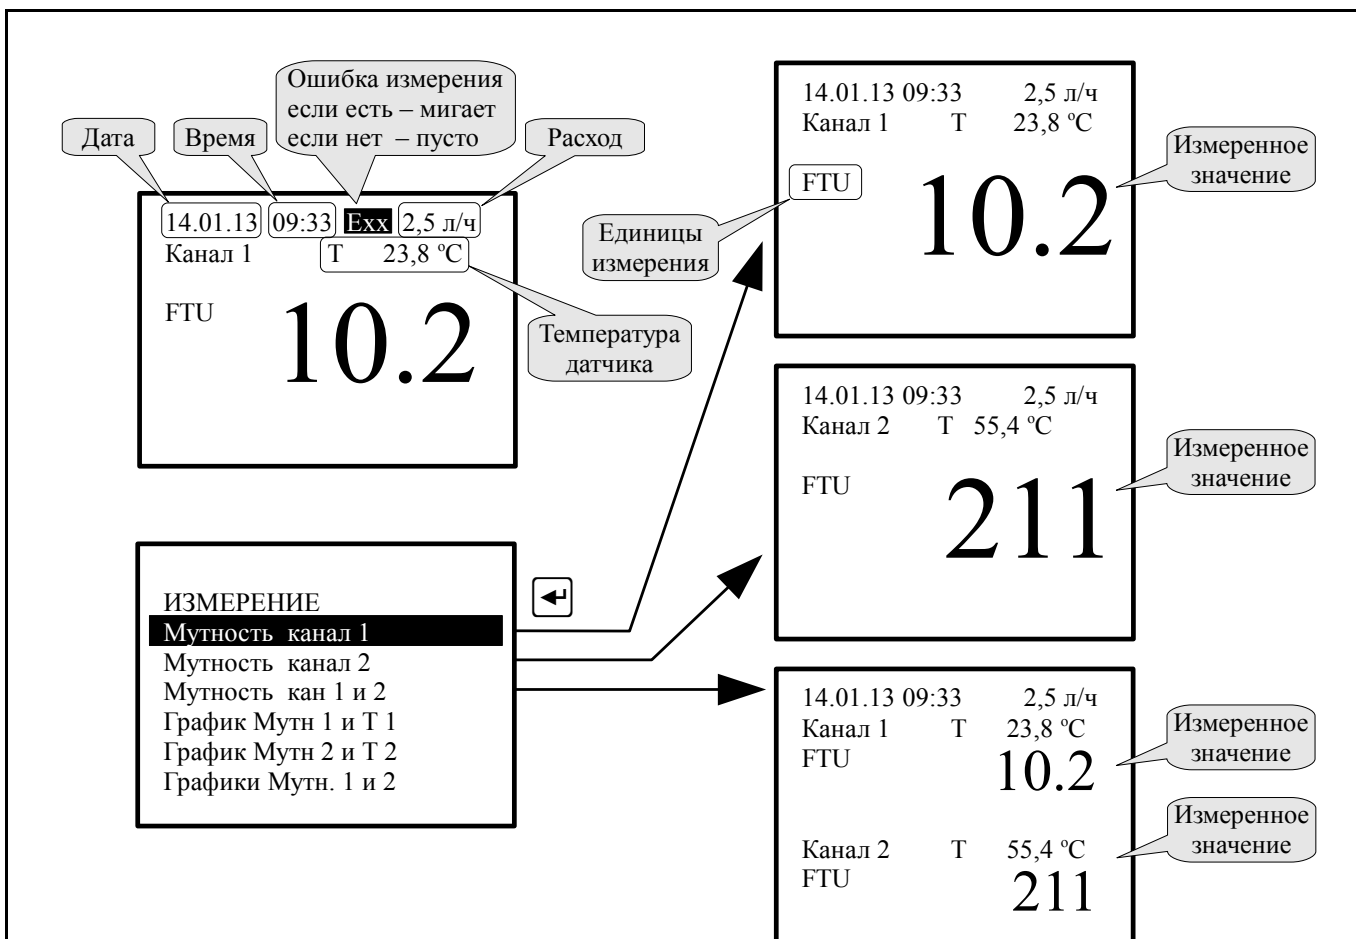

Рисунок 12 - Выбор выводимых на индикатор измеренных числовых значений параметров
10.3.1 **Мутность канал 1**, **Мутность канал 2**, **Мутность кан 1 и 2** - цифровое отображение результатов измерения (Рисунок 12).